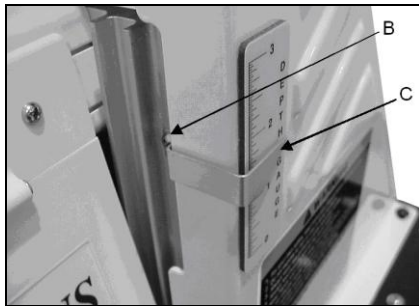

Fig 4
Lösen Sie die Schraube (B, Fig 4) und bringen Sie den Zeiger (C) auf 0-Stellung.